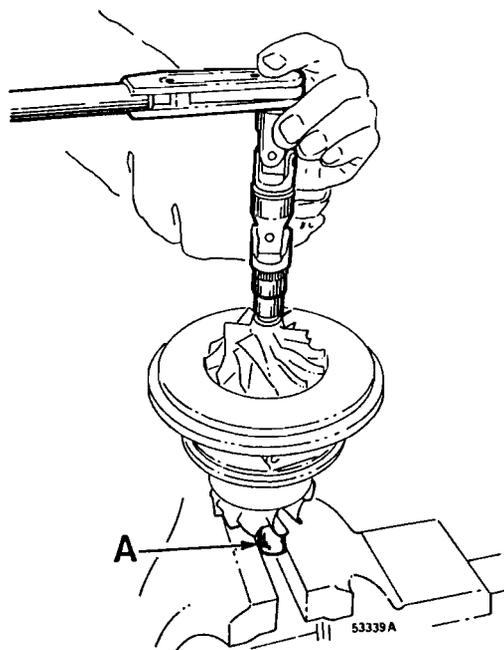

Fig. 263
- 19 Montar un manguito o una llave anular en un tornillo de banco. Colocar después el cubo de la turbina en el manguito o en la llave anular y apretar la tuerca dos pasos, según la fig. 263.\*